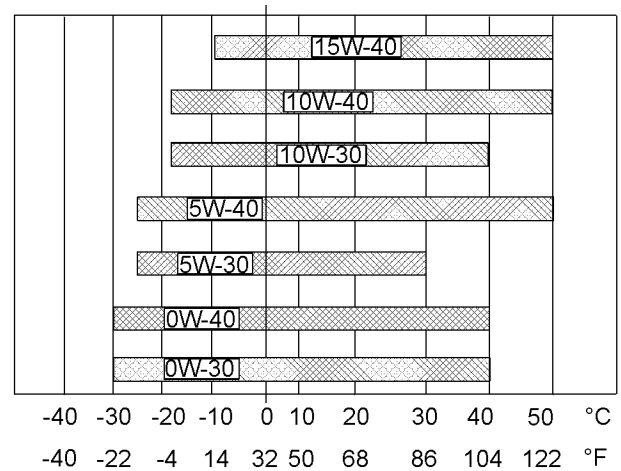

Ilustración 56
Consulte la Ilustración 56 (temperatura mínima) para determinar la viscosidad necesaria del aceite para arrancar un motor frío.
Consulte la Ilustración 56 (temperatura máxima) para seleccionar la viscosidad de aceite para la operación del motor a la temperatura ambiente más alta esperada.
- Consulte las “viscosidades de lubricante” correctas. Consulte la Ilustración 56 para encontrar el grado correcto de viscosidad de aceite para su motor.